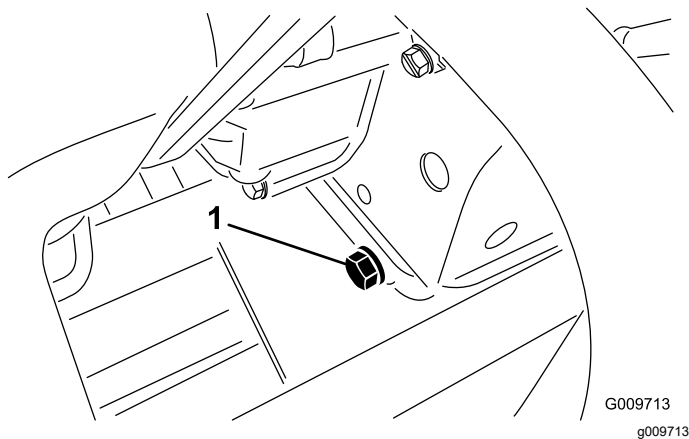

図 52
1. ドレンプラグ図 52 を外してオイルを容器に受ける。オイルが抜けたらドレン・プラグを取り付ける。